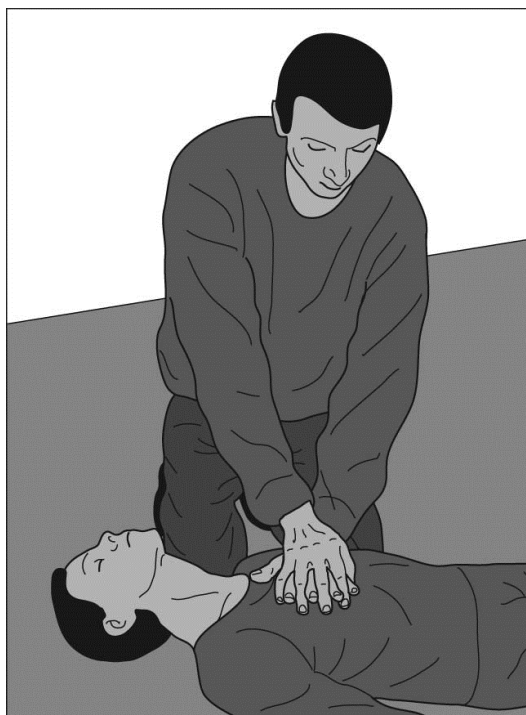

Рисунок 8
- не смещая левой ладони, продолжать проведение сердечно-легочной реанимации в соотношении 2 : 15, т.е. после двух нагнетаний воздуха производить 15 компрессий грудной клетки (рисунок 8).